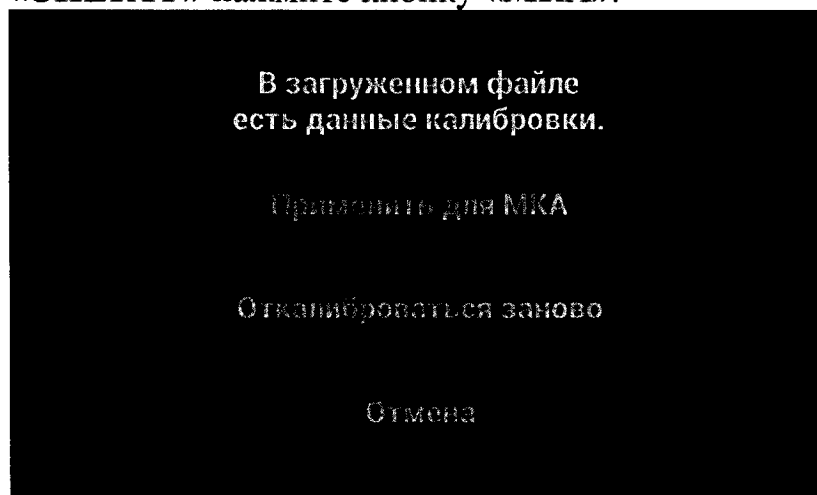

Рис. 56. Применение калибровки.
1.10.25.7. **Анализ загруженного спектра.** Все операции с загруженным спектром производятся также, как и с набранным спектром. Кроме того, калибровка из загруженного спектра может быть применена в МКА. Чтобы выполнить это, нажмите кнопку «Калибр.» и нажмите «Применить для МКА» (см. Рис. 56). Для возврата в меню «СПЕКТР» нажмите кнопку «МКА».